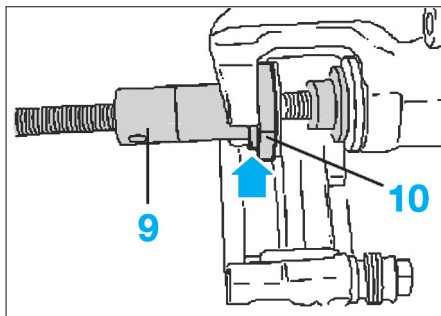

FIG. 15
- Repousser le piston en butée en le vissant à l'aide d'outils appropriés ou utiliser les outils Opel KM-6007-A (9) et KM-6007-30 (10) (fig. 15).